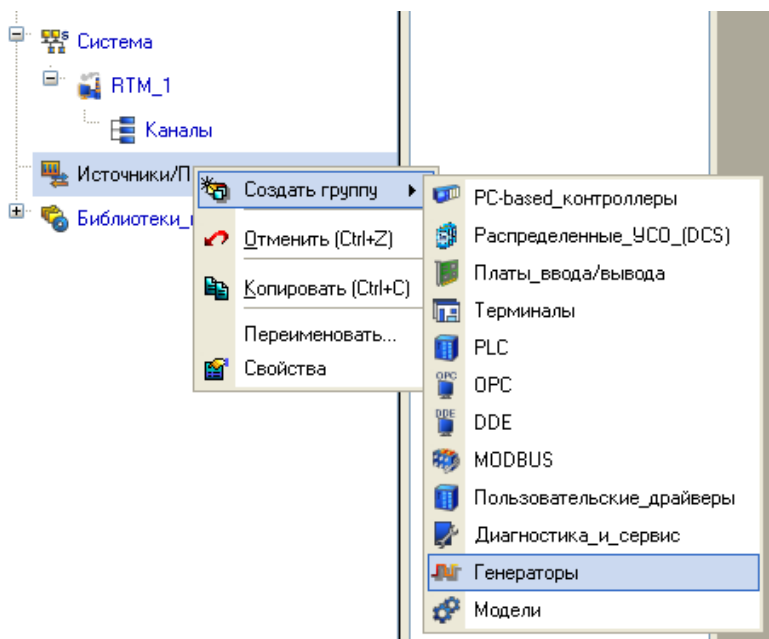

Рис. 16
- відкрити шар **Джерела/Приймачі** і через ПК створити в ньому групу компонентів **Генератори** (рис. 16):